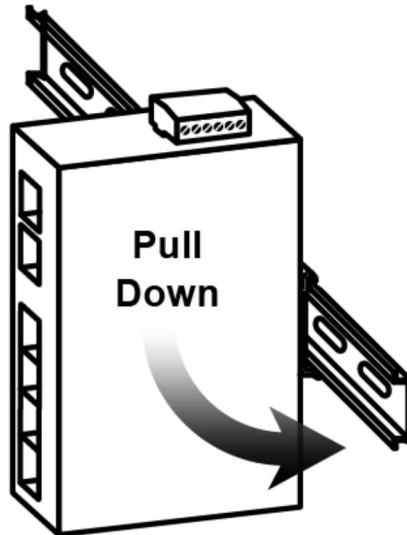

Figure 3.3: Fixation du convertisseur sur le rail-DINI
Étape 4. Abaissez légèrement le support sur le rail, comme indiqué ci-dessous dans la figure 3.3..